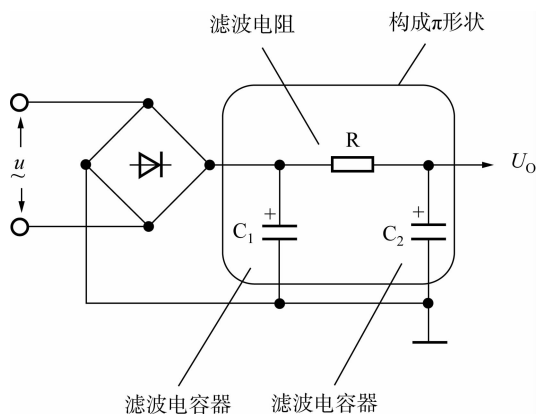

图 1-1-7 整流滤波电路
(2)“RC 滤波网络”是一种特殊的分压器。在图 1-1-7 所示的整流滤波电路中, R 与 C_2 可理解为分压器,输出电压 U_o 取自 C_2 上的压降,若外接直流电源, C_2 的容抗无限大,而若外接交流电源, C_2 的容抗远小于 R ,因此 C_2 上直流压降很大而交流压降很小,达到了滤波的目的。